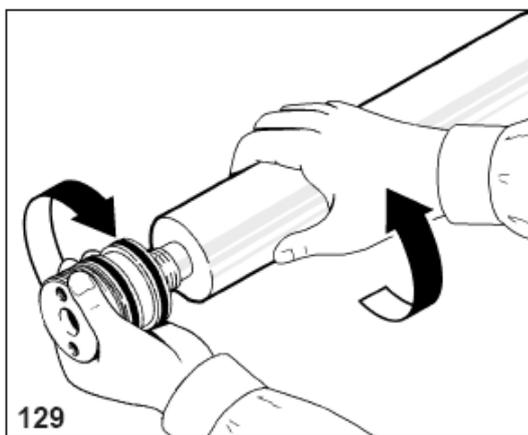

Рис.8.
- Отвинтите использованный фильтрующий картридж от внутренней крышки (Рис. 8), и затем навинтите новый картридж.